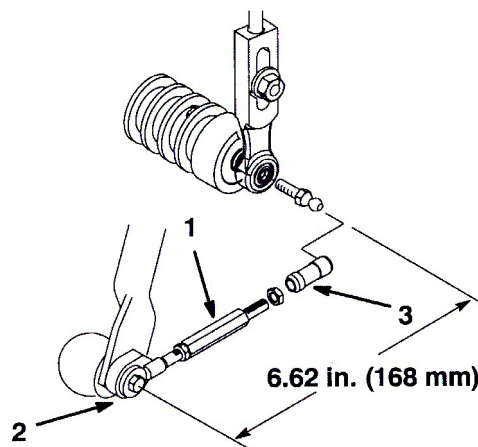

図19
6. 各ボール・ジョイント・レシーバのスリーブをスライドさせ、カッティングユニットのボール・スタッドに接続する (図19)。